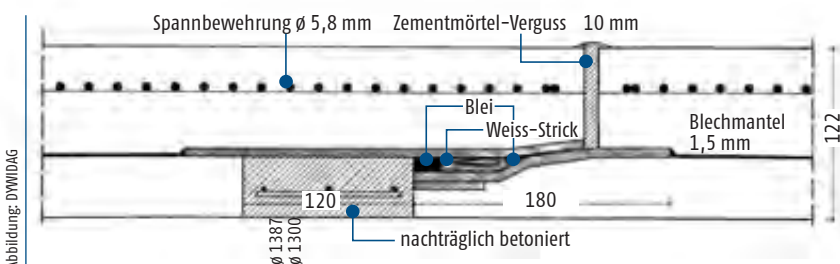

Abb. 1c – Bonna-Rohr (Blechmantelrohr)
- Das Bonna-Rohr ist ein Blechmantelrohr, das zusätzlich mit einer starken Spannbewehrung ausgestattet ist. Die Verbindungen der Rohrsegmente werden mit Weißstrick, Blei und Zementmörtelverguss abgedichtet (Abb. 1c).